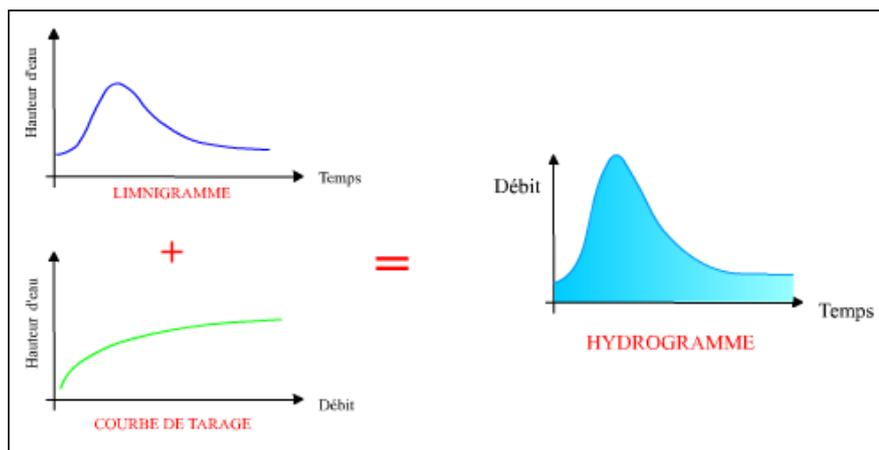

Fig.1 Le passage d'un limnigramme vers un hydrogramme.
2. Mesure des débits : Généralement, il difficile d'avoir une mesure continue ou directe des débits. On procède alors à la mesure de la hauteur du plan d'eau dans le cours d'eau considéré dont elle nécessite une corrélation adéquate entre la hauteur et le débit. On passe d'un enregistrement des valeurs de la hauteur d'eau (station hydrométrique) qui donne une courbe $H=f(t)$ appelée **Limnigramme** à celles des débits $Q=f(t)$ appelée **Hydrogramme** à partir de la courbe de **Tarage** $Q=f(H)$ (Fig.1).